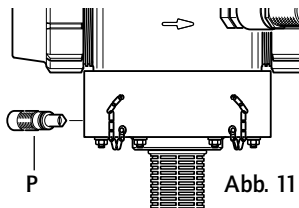

Abb. 11
- Lösen und herausnehmen der Entlüftungsschraube (**Abb. 11-P**). Das Wasser herausfließen lassen.